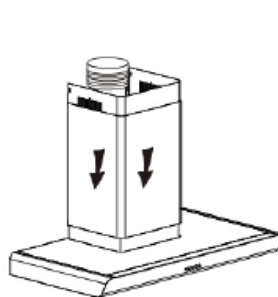

Fig. 13
- Ligue a bainha à saída de ar para o exterior (fig. 13).
- Ligue a bainha extensível ao defletor (fig. 13).